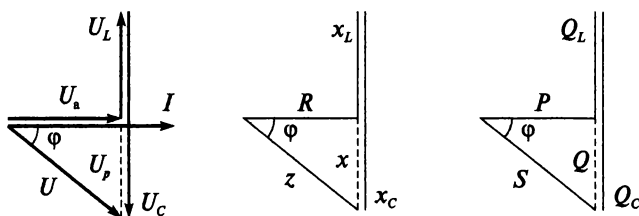

Рис. 9.10
- 2) *емкостной режим* (рис. 9.10), при котором $U_L < U_C$, $U_p < 0$, $x_L < x_C$, $\varphi < 0$, $Q < 0$;